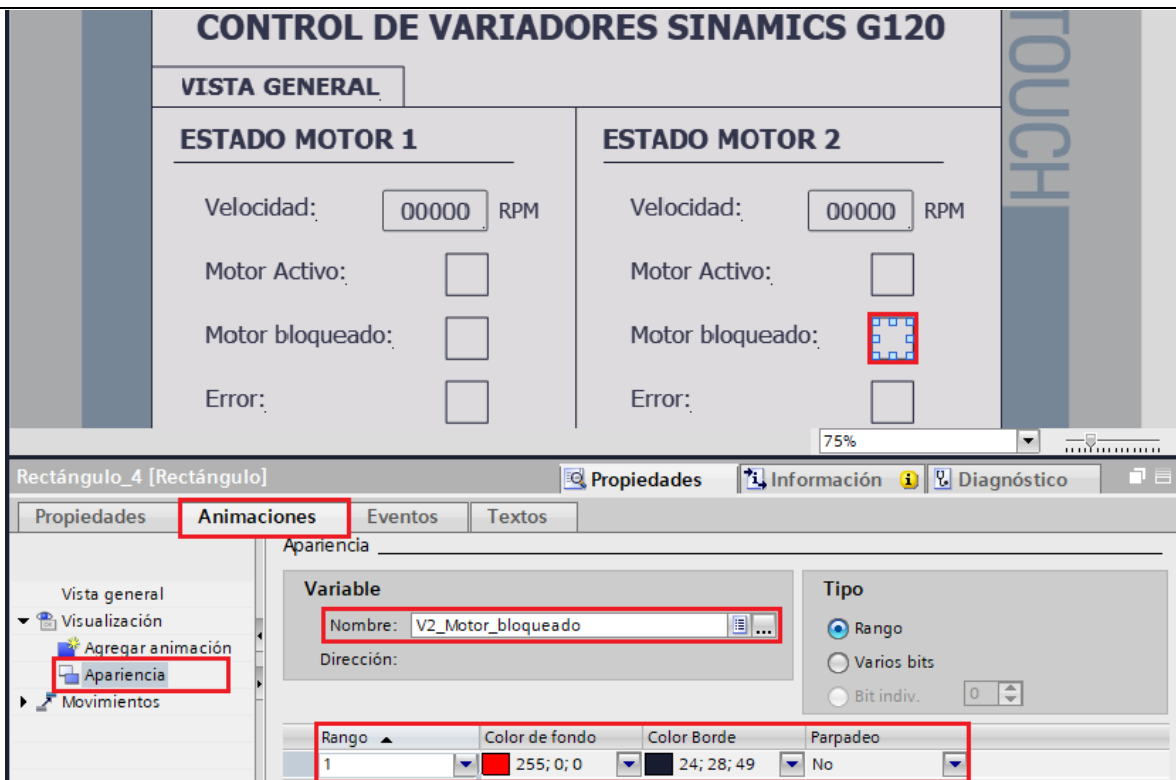

Figura 45. Configuración estado Motor bloqueado.
- En “Rango” seleccionar “1” y en “Color de fondo” seleccionar el color “Rojo” (ver Figura 45).